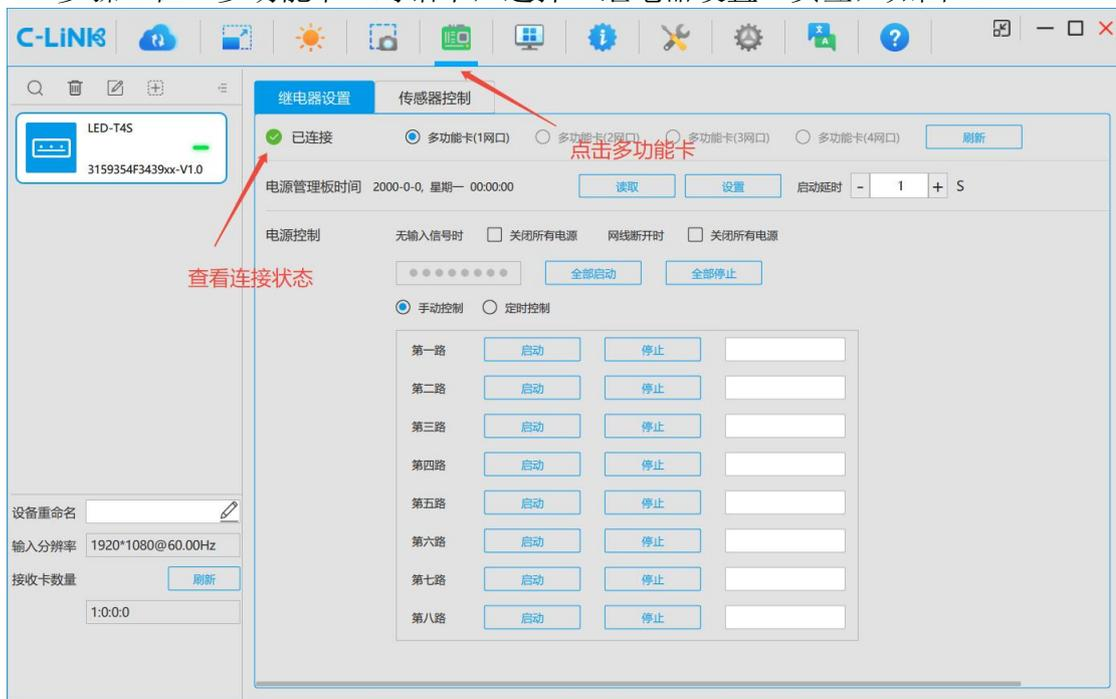

图 11-1 多功能卡
- 步骤 1 在“多功能卡”对话框中，选择“继电器设置”页签，如图 11-1。